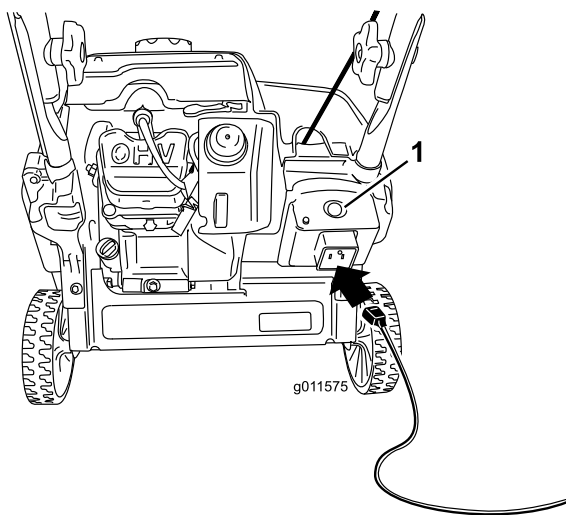
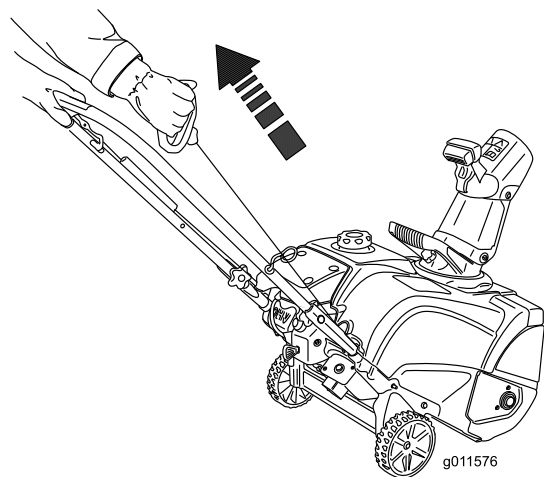

Bild 18
Bild 19
4. Stecken Sie ein Verlängerungskabel in eine Steckdose und in die Schneefräse und drücken Sie die Elektrostartertaste (nur Modell 38283) (Bild 19) oder ziehen Sie am Rücklaufstartergriff (Bild 18).